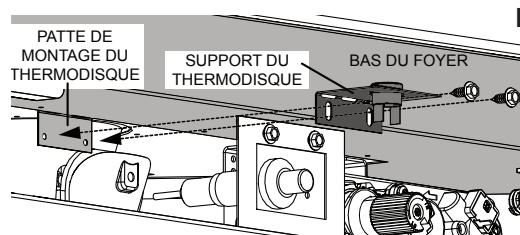

Fig. 4
- K. Pliez le support du thermodisque à 90 degrés puis fixez-le au patte de montage utilisant les deux vis fournis, Figure 4. Assurez que le thermodisque touche le bas du foyer et que le harnais de fils est correctement fixé.